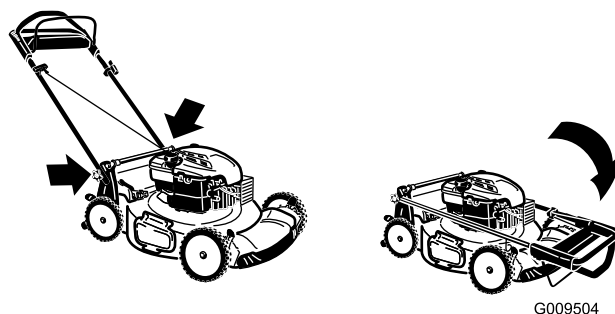

Figure 33
2. Pliez la moitié supérieure du guidon en avant de la manière indiquée (Figure 33).